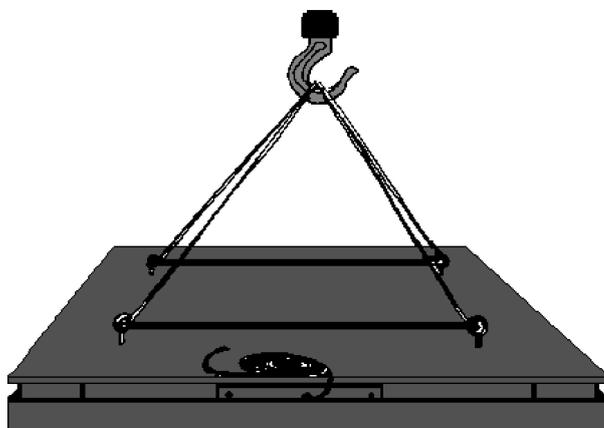

Figura 3
- 2) Localize o cabo de ligação da plataforma ao terminal de pesagem, que se encontra protegido com saco plástico, entre as partes inferior e superior da plataforma. Retire o saco plástico e coloque o cabo em cima da plataforma. (Figura 3).